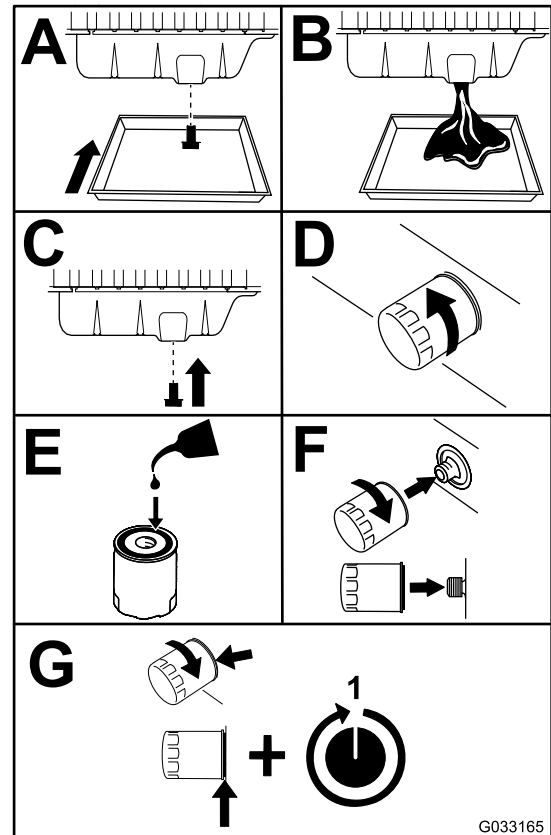

Figure 71
3. Vidangez l'huile moteur et remplacez le filtre à huile (Figure 71).